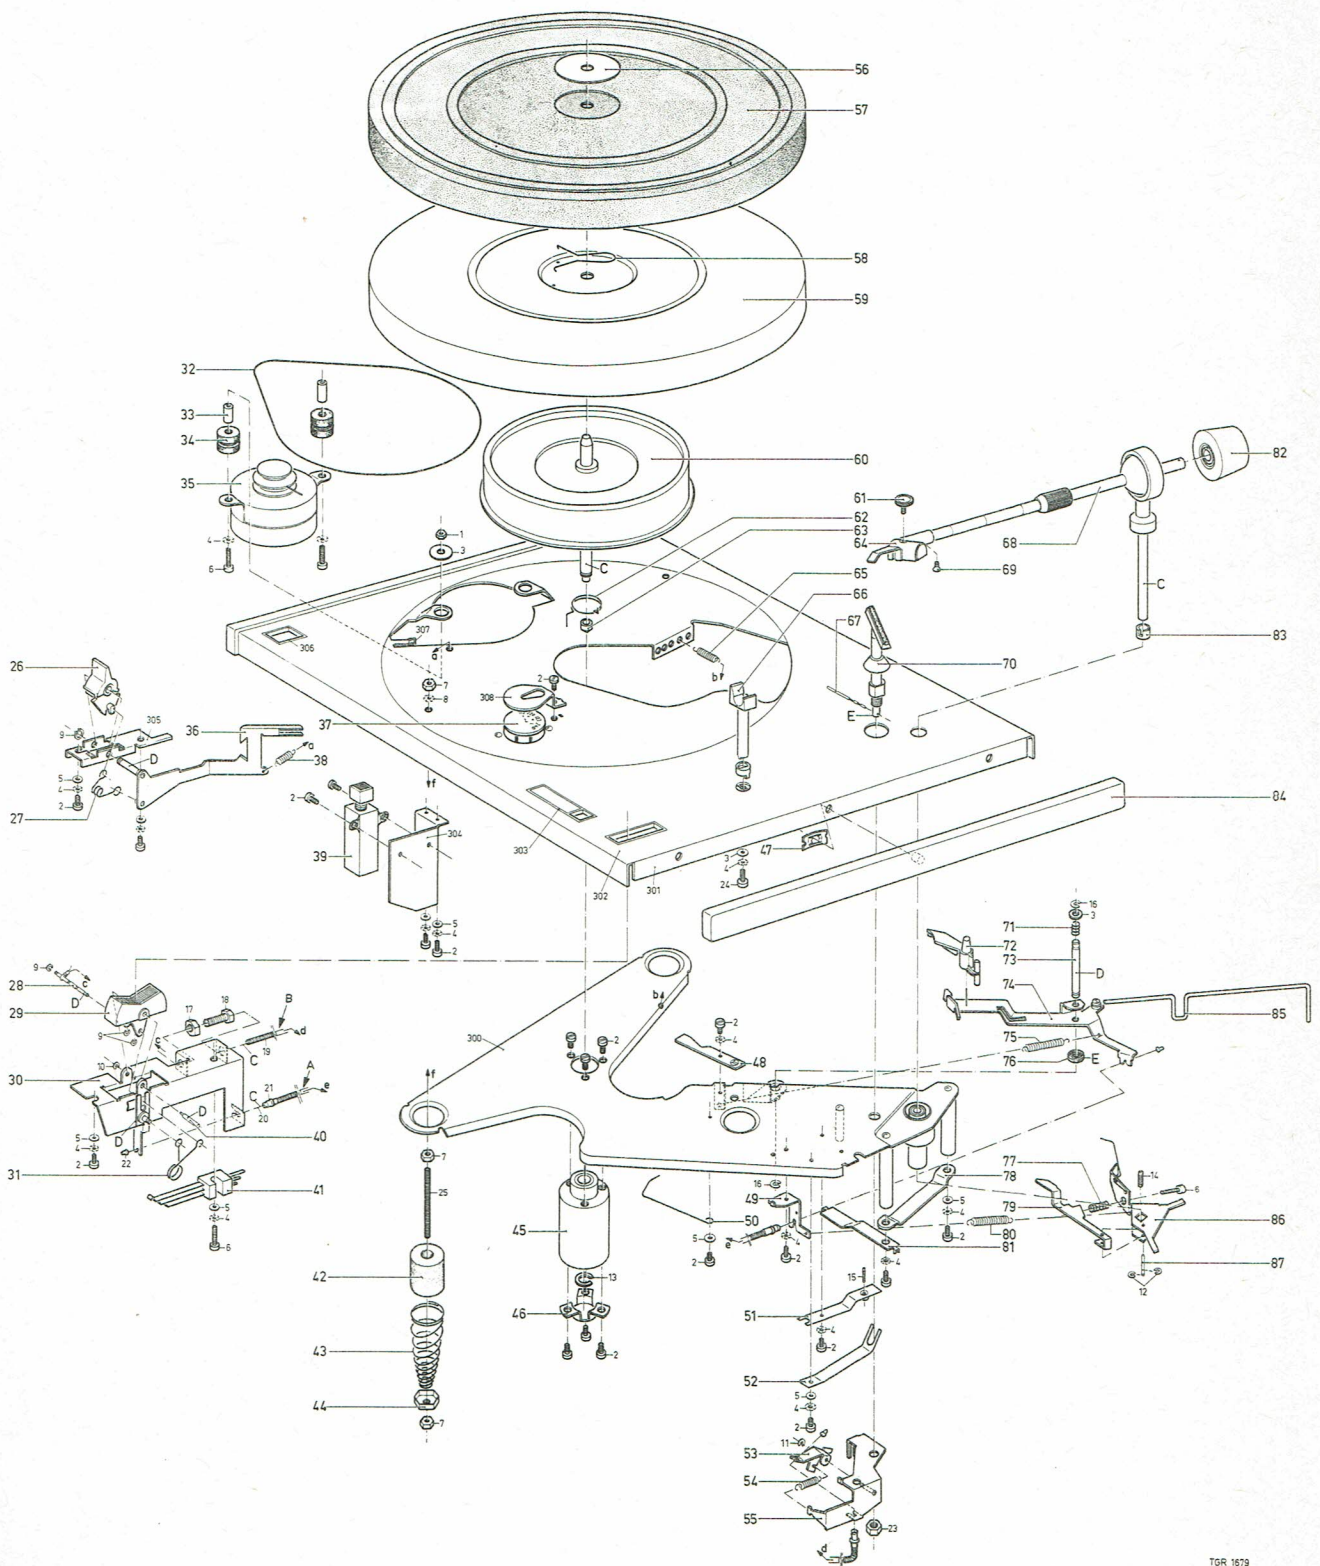

Fig. 1
Met schroefnippel pos. 18 aan bowdenkabel - fig. 1 -.
Smeervoorschrift, zie fig. 1